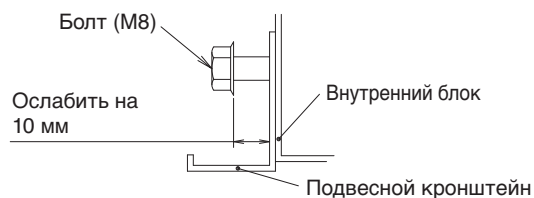

Рис. 7
- С обеих сторон отверните по 2 болта (M8) (всего 4 справа и слева) на 10 мм для установки подвесного кронштейна. (См. рис. 7 и рис. 8)